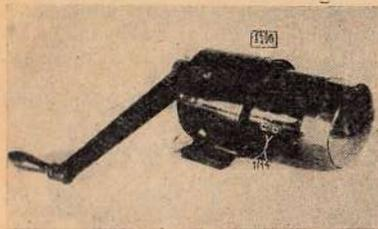
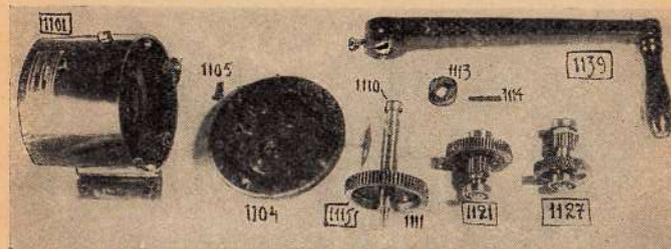
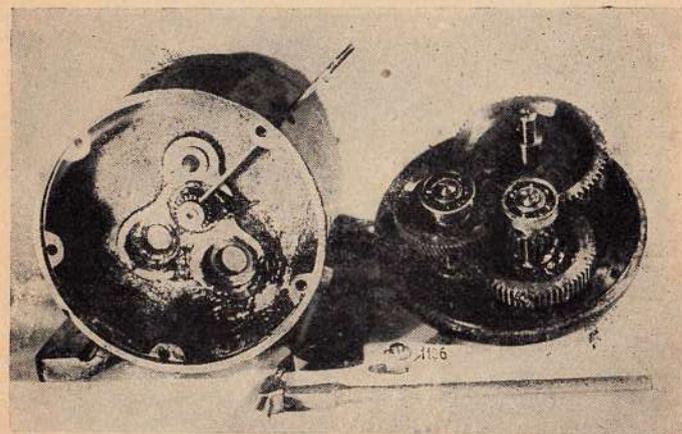

Рис. 27. Привод-динамо «ГОЗ».
Рис. 28. Части привода.
Рис. 30. Выбивание штифта.
Как и всякий привод-динамо, машина «ГОЗ» состоит из двух частей; это — механическая (привод) и электрическая (динамо). Обе части заключены в особые корпуса, плотно соединенные между собой в одно целое (см. рис. 27). Корпус, в который заключены части привода, отлит из латуни; с одной стороны (с передней) корпус закрыт крышкой, через которую проходит главная ось (1110, рис. 28). На эту ось, на наружный конец, надевается рабочая ручка привода (1139), а на другом надета большая ведущая зубчатка (шестерня), закрепленная на оси коническим штифтом — «шпилькой». Шестерня, соединенная с осью, носит здесь название «главной передачи» (1115). Конец оси помещается в подшипниковой втулке из фосфористой бронзы, которая, в свою очередь, укреплена во внутренней стенке
корпуса привода рис. 30. Шестерня — (1111) — изготовлена из литой сукрасной меди. Движение от этой шестерни передается маленькой зубчатке, сидящей неподвижно на общей оси с другой, большего размера. Ось с этими двумя шестернями составляют «первую промежуточную передачу» (1121, рис. 28). Концы осей этой и следующей (второй) передач помещены в однорядные шариковые подшипники. Вторая передача, так же, как и первая, имеет две шестерни, из них маленькие изготовлены из поделочной стали, а большие — из литой сукрасной латуни. Вторая передача (1127) большую шестерню имеет с косыми (червячными) зубцами. Эта
шестерня передает движение маленькой стальной шестеренке, посаженной на проходящий сюда из электрической части конец оси якоря (см. рис. 30).
привод-динамо «ГОЗ» только хорошим жидким маслом (лучше, если масло это получено с завода). В отверстие в корпусе, закрытое винтовой пробкой 1106 (рис. 30), вливается приготовленное (в банке) масло; при этом следует отвернуть вторую пробку на корпусе и наблюдать за тем, что как только в это второе отверстие покажется масло, то это будет означать, что масло достигло нужного уровня и наливание нужно прекратить. Перед первым пуском в ход привода-динамо (только что полученного) нужно особенно осторожно (не сразу) начинать вращать ручку, так как на заводе при сборке машин обычно все ходовые части смазываются густым маслом («тавотом»), которое сильно утяжеляет первое время ход привода. Может даже случиться, что привод не будет «поддаваться» даже сильному
Соединение (электрическое) производится (так же, как и у машин других типов) помощью шнура с двумя вилками, одна из которых вставляется в штепсельные гнезда на боку динамо (1114, рис. 27), а другая — в гнезде на аппарате.
- 2) Отвертываются все 4 винта крышки (1104, рис. 28).
- 4) Далее отвертывают верхнюю пробку для масла, пропускают через нее стальной бородок (стержень), прилагаемый к машине (тонким концом вниз) (см. рис. 30). Потом путем внимательного осмотра зубчатки на конце якоря (ротора) отыскивают штифт (шпильку), которым эта зубчатка укреплена на конце оси. Штифт этот сделан не прямым, а конусным и, таким образом, нужно, поворачивая шестеренку, поставить ее так, чтобы тонкий конец штифта пришелся кверху, как раз под отверстием для масла. Пропущенный бородок точно устанавливают на этот тонкий конец штифта и правильным ударом молотка выбивают его. Чтобы шестеренка при этом не поворачивалась, ее придерживают (это может делать, напр., помощник) в нужном положении. После этого шестерня (1171) должна легко сняться с оси.
- 6) Теперь следует разъединить привод от динамо, что достигается отвертыванием винтов (1170, рис. 28), находящихся на фланце привода-динамо.
стального стержня (рис. 30) легкими ударами отвернуть гайку, укрепляющую маховик на оси (1132). Если после того, как гайка отвернута, маховик не снимается, то (приняв надлежащие меры предосторожности, т.е. чтобы не уронить якорь) держат в руках маховик (вниз якорем), а по концу оси ударяют через деревянную подкладку (кусочек доски) молотком. При этом, повторяем еще раз, нужно принять меры и следить за тем, чтобы не упал якорь!
- 2) При посадке на место маховика нужно следить за тем, чтобы он хорошо «сел» на имеющиеся сзади шпильки (на оси) своим прорезом (рис. 28).
Знаком \* обозначены части, которые изображены на рис. 27, 28, 29, 30, 31.